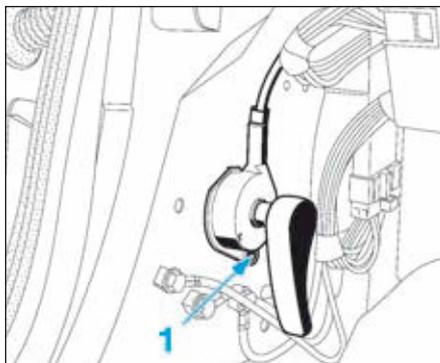

FIG.144
- Déposer la vis (1) de fixation (Fig.144) du câble à l'intérieur de l'habitacle.